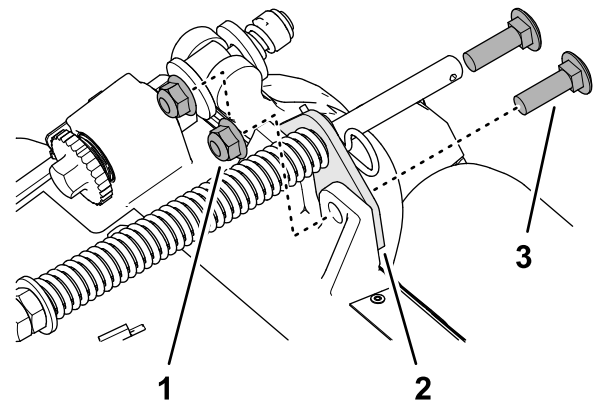

Figure 17
2. Retirez les 2 contre-écrous à embase ($\frac{3}{8}$ po) et 2 boulons de carrosserie ($\frac{3}{8}$ x $\frac{1}{4}$ po) qui fixent le support du compensateur au cadre de l'unité de coupe (Figure 17).